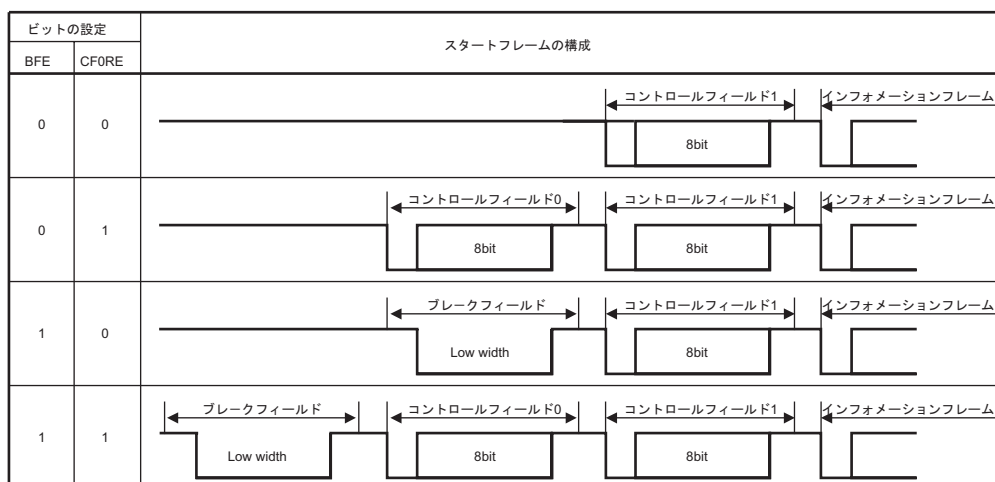

図 22.8 にブレークフィールド Low 期間、コントロールフィールド 0 およびコントロールフィールド 1 で構成されるスタートフレームの受信時の動作例を示します。また、図 22.9、図 22.10 にスタートフレームの受信を行うためのフローチャート、図 22.11 に SCIX の状態遷移図を示します。
SCIX は、スタートフレーム受信時、以下のように動作します。1.~5.は図 22.8 の (1) ~ (5) に相当します。